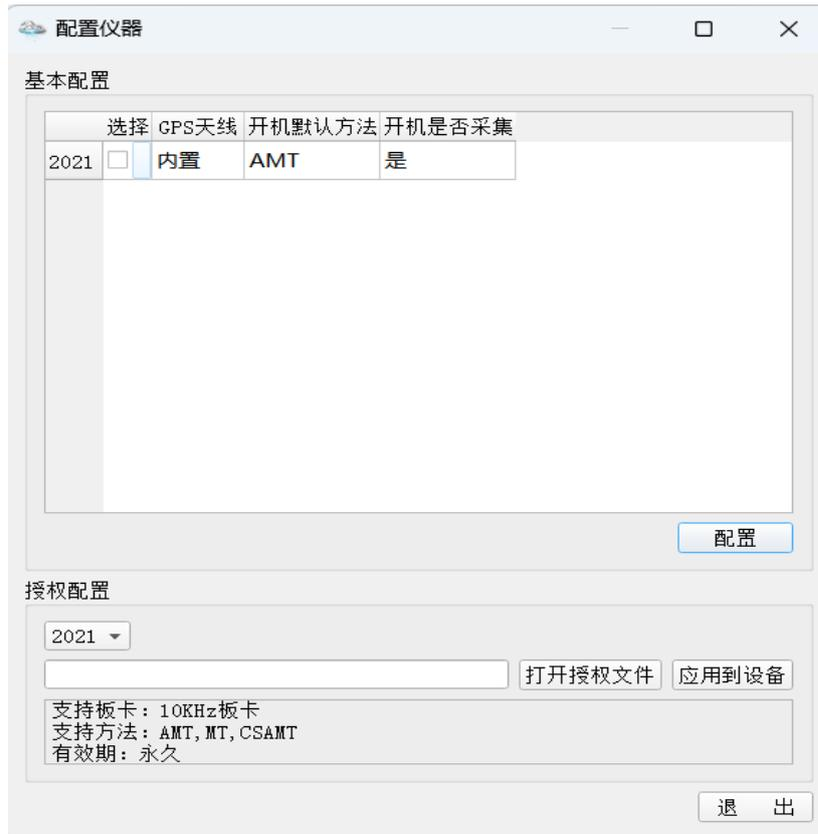

图 3-3. 仪器配置页面
- 1 在主页面中单击“配置仪器”进入配置页面，如图 3-3 所示。